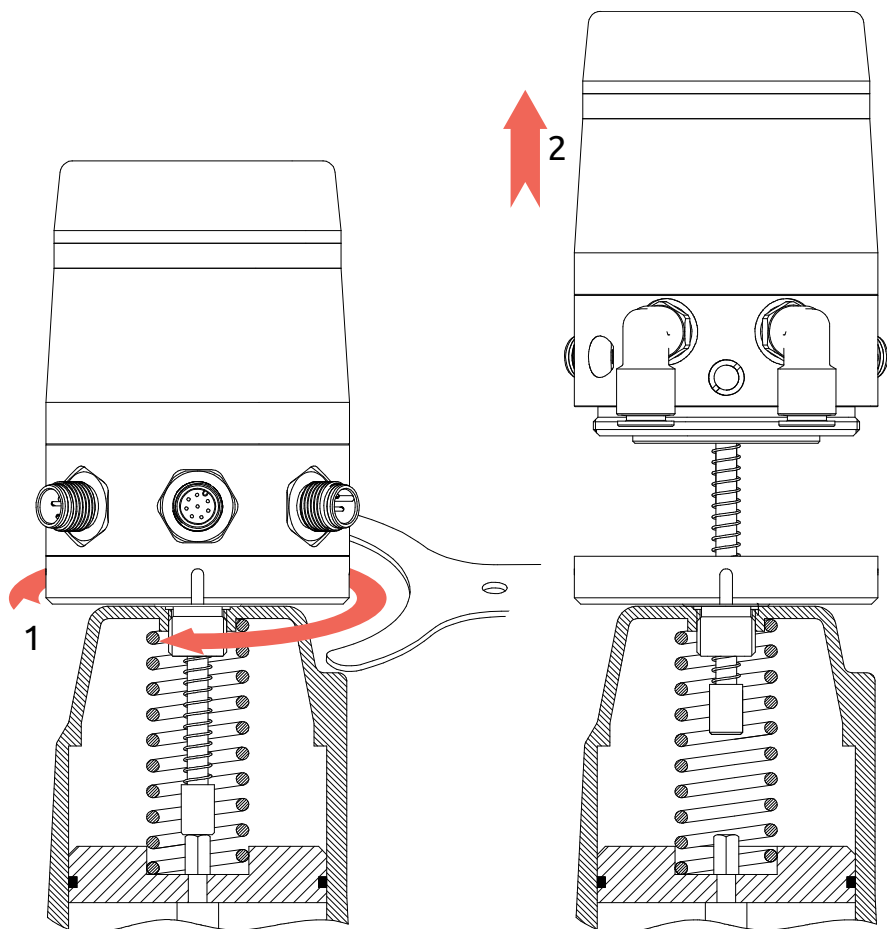

Рисунок 40 - Снятие позиционера с клапана
- 5) Придерживая позиционер рукой, с помощью специального ключа, входящего в комплект поставки, открутите гайку в нижней части корпуса позиционера (см. рисунок 40).
- 6) Потяните позиционер по направлению от привода и снимите его с клапана (см. рисунок 40).